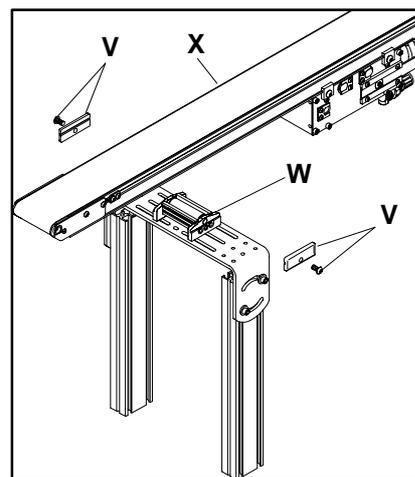

Figure 11
Retirez temporairement les vis et les dispositifs de montage (V de la figure 11) de tous les supports de fixation des pieds de soutien et des ensembles de rouleaux de renvoi (W) des deux côtés du convoyeur (X).
Retirez temporairement les vis et les fixations (V de la figure 11) de tous les supports de montage des pieds de soutien et des ensembles de rouleaux de renvoi (W) de chaque côté du convoyeur (X).
Soulevez le châssis du convoyeur (X), et insérez la nouvelle bande du convoyeur à l'intérieur et au-dessus du châssis du convoyeur. Ensuite, fixez de nouveau le convoyeur aux pieds en redisant et en fixant les supports (V de la figure 11).